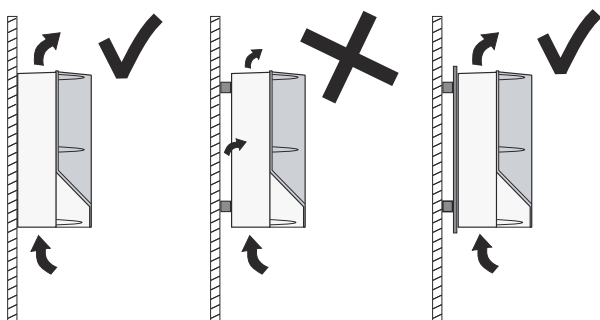

Abb. 2 CUE-Montage direkt an der Wand oder mit einer Rückwand
- Hängen Sie den CUE-Schaltschrank direkt an die Wand oder befestigen Sie ihn mit einer Rückwand. Siehe Abb. 2.